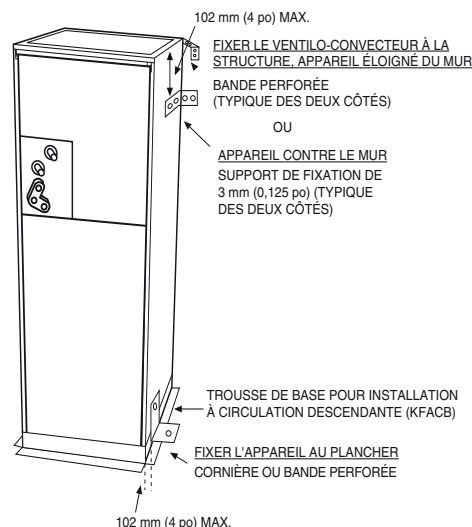

Figure 8 – Applications pour maisons préfabriquées et maisons mobiles
- b. Si le ventilo-convecteur se trouve contre un mur, fixez-le au poteau mural au moyen de cornières de 3 mm (1/8 po) d'épaisseur. Fixez les supports au ventilo-convecteur au moyen de vis autotaraudeuses n° 10 et au poteau mural au moyen de vis tire-fond de 5/16 po (Fig. 8).